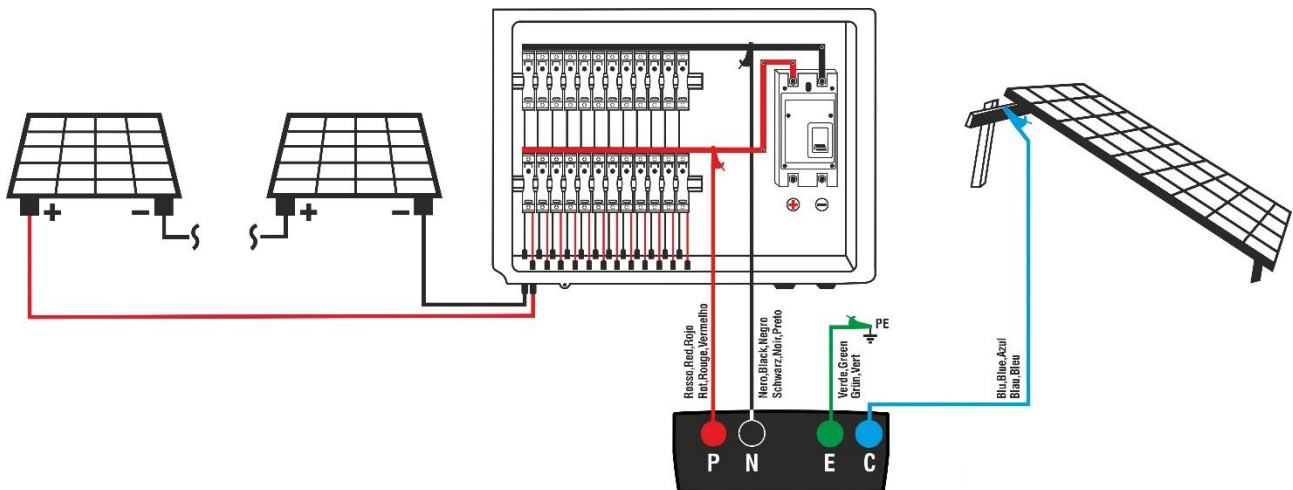

Fig. 15: Collegamento strumento in test IVCK con uso di funzione Start&Save
7. Collegare lo strumento come mostrato in Fig. 15. In particolare, collegare il polo Negativo della barra all'ingresso **N** tramite collegamento fisso con terminale a coccodrillo, il polo Positivo della barra all'ingresso **P** tramite collegamento fisso con terminale a coccodrillo, il nodo principale di terra dell'impianto (per test MΩ e RPE) all'ingresso **E** ed eventualmente l'ingresso **C** alle masse metalliche (per test RPE)